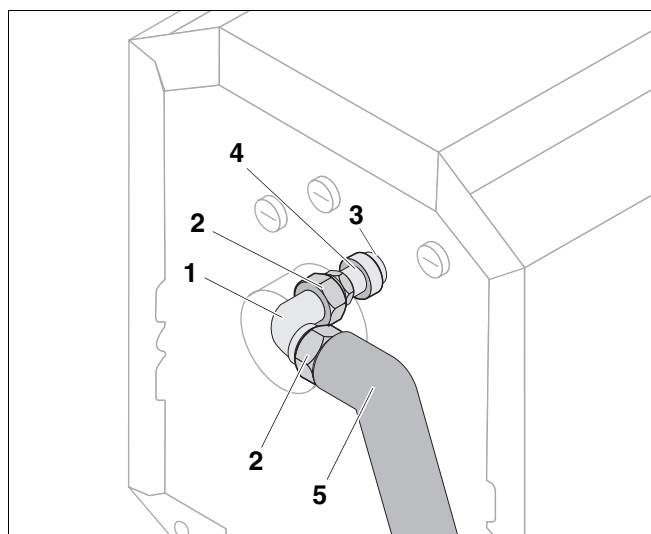
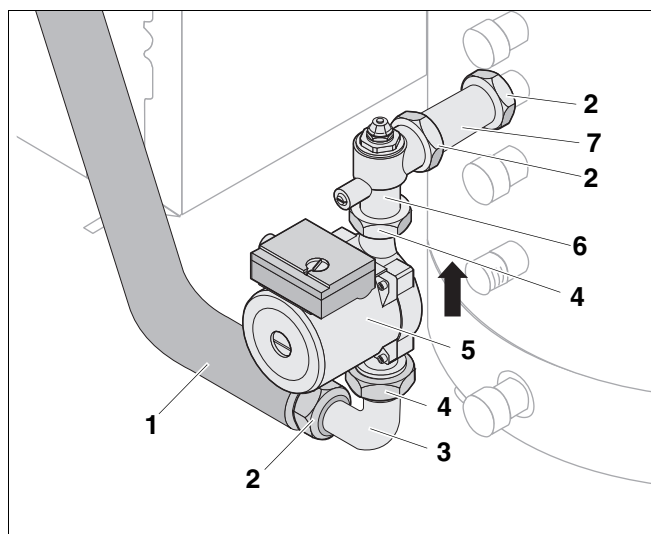

Fig. 6 Montar a ligação de tubos na caldeira de aquecimento
Fig. 7 Montar a ligação de tubos no acumulador de aquecimento de água
- ▶ Colocar o o-ring (fig. 6, [3]) na ranhura do casquilho duplo (fig. 6, [4]).
- ▶ Aparafusar o casquilho duplo conforme fig. 6 na ligação de avanço do acumulador de aquecimento de água na caldeira de aquecimento.
- ▶ Colocar a vedação (fig. 6, [2]) na porca do esquadro (fig. 6, [1]) e apertar o esquadro no casquilho duplo (fig. 6, [4]).
- ▶ Colocar a vedação (fig. 6, [2]) na porca de aperto da mangueira flexível curta revestida a metal (fig. 6, [5]) e aparafusar solto no esquadro (fig. 6, [1]).
- ▶ Colocar a vedação (fig. 7, [2]) na extensão (fig. 7, [7]) e aparafusar a extensão no avanço do acumulador.
- ▶ Colocar a vedação (fig. 7, [2]) na porca de aperto da válvula angular de retenção (fig. 7, [6]) e aparafusar a mesma à extensão.
- ▶ Colocar a vedação (fig. 7, [4]) para a bomba na outra porca de aperto da válvula angular de retenção e apertar a bomba (fig. 7, [5]) com o sentido de fluxo para cima na válvula angular de retenção.
- ▶ Colocar a segunda vedação (fig. 7, [4]) para a bomba no esquadro de redução (fig. 7, [3]) e aparafusar este ao bocal de aspiração da bomba (fig. 7, [5]).
- ▶ Manter a mangueira flexível comprida revestida a metal (fig. 7, [1]) entre ambas as ligações e pré-moldar.
- ▶ Colocar a vedação (fig. 7, [2]) na porca da mangueira flexível revestida a metal (fig. 7, [1]) e aparafusar a mangueira flexível revestida a metal entre o esquadro de redução (fig. 7, [3]) e o esquadro (fig. 6, [1]).
- ▶ Apertar a porca de aperto do esquadro (fig. 6, [1]).